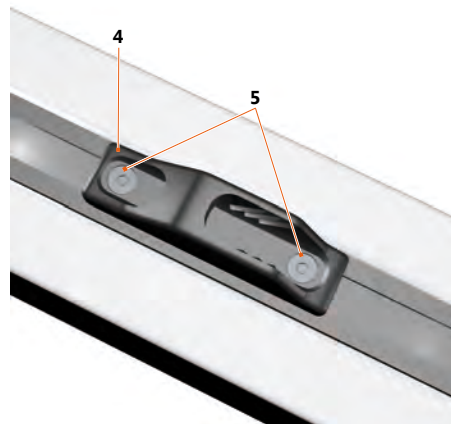

Fig. 23: Morsetto
4. Installare il tirante (13) avvalendosi delle due viti sul lato anteriore del supporto per ottenere il miglior effetto leva possibile.
5. Il cavo di sterzo è condotto al rinvio in dotazione nell'area del comando a pedale e qui deviato. Quindi il cavo di sterzo scorre nuovamente indietro per circa 40 cm fino al morsetto in dotazione, che è montato nella guida scanalata (vedere **Fig. 23: Morsetto**).